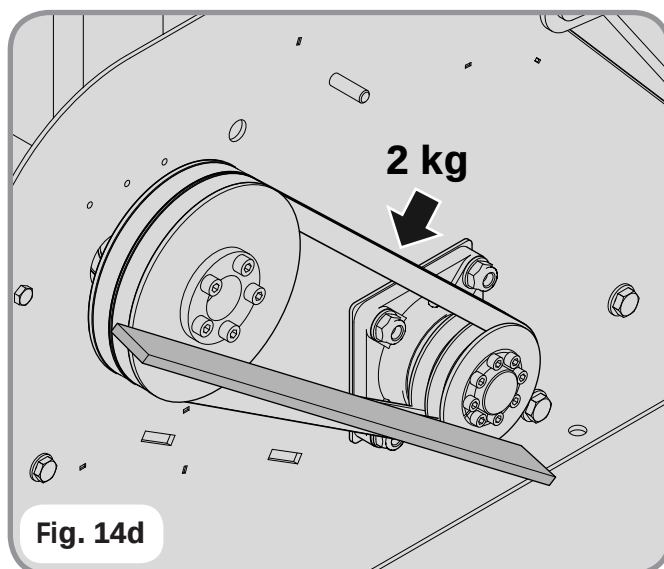

Fig. 14d
3- Line up the gear box by checking with a metal bar that two driving pulley as aligned (See **fig. 14d**).
3- Allineare la scatola moltiplicatore verificando, mediante una barra, che le pulegge siano allineate onde evitare surriscaldamento delle cinghie (Vedi **fig. 14d**).
- 3- Allineare la scatola moltiplicatore verificando, mediante una barra, che le pulegge siano allineate onde evitare surriscaldamento delle cinghie (Vedi fig. 14d).